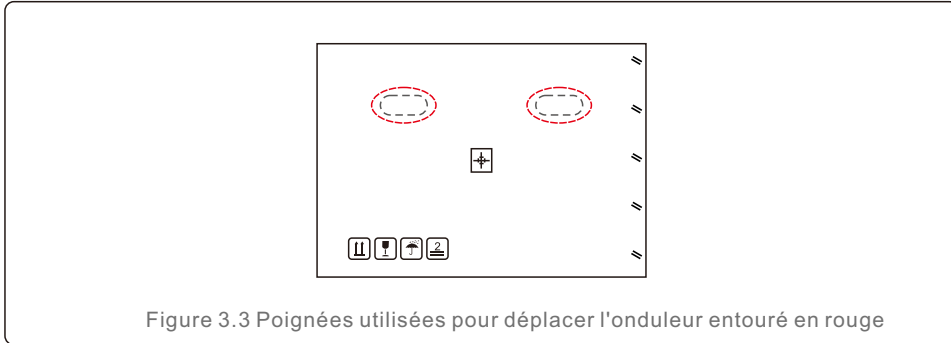

Figure 3.3 Poignées utilisées pour déplacer l'onduleur entouré en rouge
1. Les cercles rouges ci-dessous indiquent les découpes sur l'emballage du produit. Poussez les découpes pour former des poignées permettant de déplacer l'onduleur (voir figure 3.3).